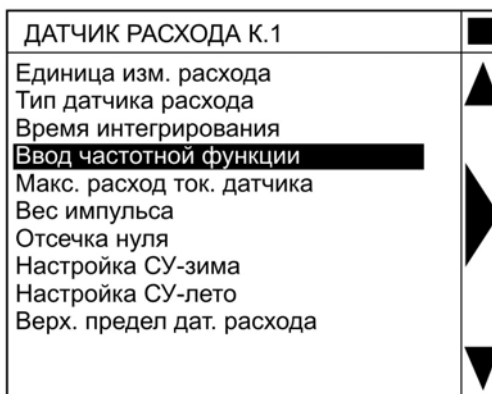

Рис.24 – Меню «Датчик расхода канала»
3.4.8.6.2 Выделив строку «Датчик расхода» в меню «Заводские установки канала» и активировав ее можно посмотреть заводские установки датчика расхода конкретного канала (рис.24).